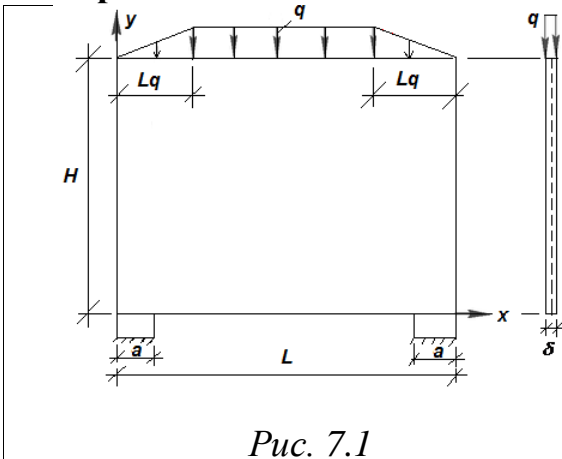
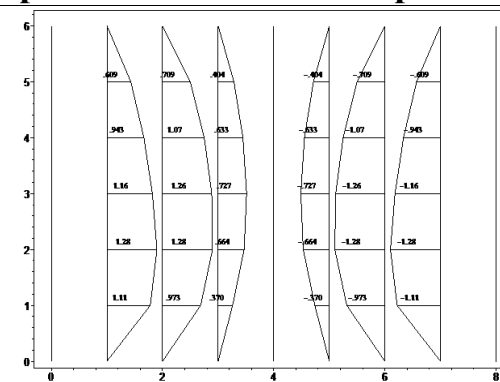

Рис. 7.1
Рис.7.2
7. На рис. 7.1 показана балка-стенка, на рис. 7.2 показаны эпюры